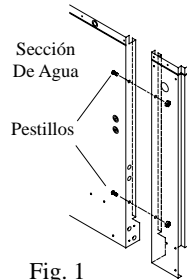

Fig. 1
**NOTA:** Para una instalación más fácil, puede separar la sección de agua de la sección de la rueda quitando los cuatro pestillos del lado de la sección de agua (fig. 1). Desenchufe las dos bombas antes de separar las secciones.